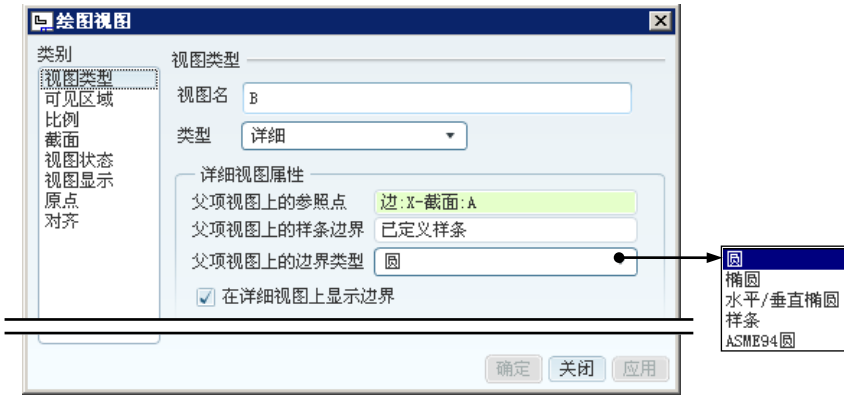

图 3.8.33 “绘图视图”对话框
(1) 在创建的局部放大视图上双击，系统弹出图 3.8.33 所示的“绘图视图”对话框。